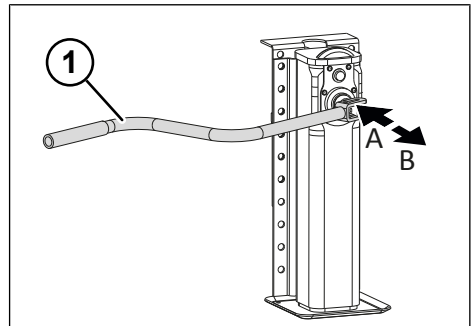

Fig. 5-5: Vitesse de charge et vitesse rapide des appuis arrière
- ▶ Enclencher la vitesse rapide en tirant la manivelle (voir "Fig. 5-5: Vitesse de charge et vitesse rapide des appuis arrière", p. 25).
- ▶ Enclencher la vitesse de charge en poussant la manivelle (voir "Fig. 5-5: Vitesse de charge et vitesse rapide des appuis arrière", p. 25).
- ▶ Régler la vitesse de charge en poussant la manivelle (voir "Fig. 5-5: Vitesse de charge et vitesse rapide des appuis arrière", p. 25).
- ▶ Régler la vitesse rapide en tirant la manivelle (voir "Fig. 5-5: Vitesse de charge et vitesse rapide des appuis arrière", p. 25).